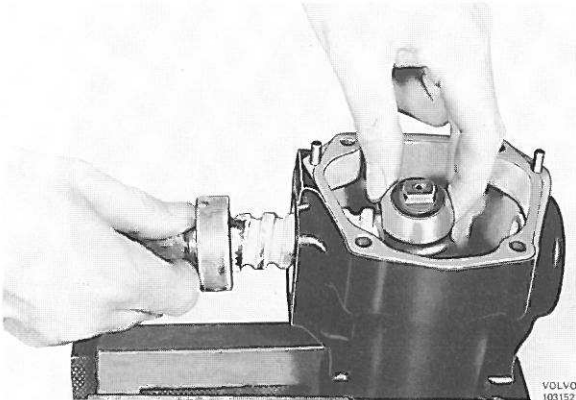

Figure 61. Démontage de la vis sans fin de direction
5. Sortir la vis sans fin de direction, avec roulements, tout en dévissant l'écrou à recirculation de billes, figure 61.